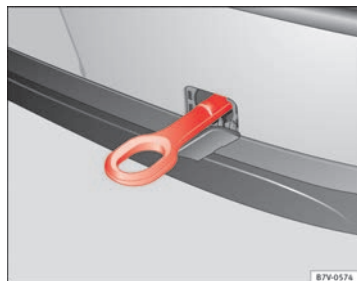

Fig. 221. Nel paraurti posteriore, sul lato destro: Occhiello di traino avvitato
La sede dell'occhiello di traino avvitato si trova nella parte destra del paraurti posteriore ⇒ fig. 221. Nei veicoli dotati di gancio di traino installato in fabbrica, dietro il coperchio non è presente **nessuna** sede per avvitare l'occhiello di traino. Per il traino, montare e utilizzare il giunto ⇒ pagina 244, ⇒ ①.